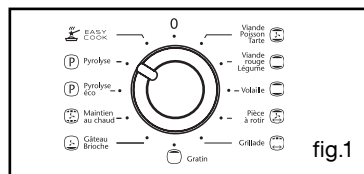

fig.1
- Ouvrez complètement la porte et la bloquer à l'aide des deux butées rouges (fig.1).
"Pyrolyse ECO" (fig.1).
- b) Dévissez le hublot (fig.1).